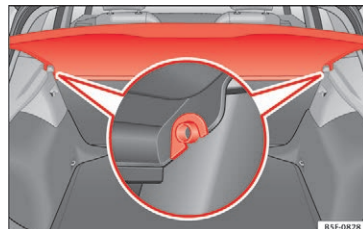

Fig. 160 I bagagerummet: af- og påmontering af bagagerumsafdækning
- Tryk afdækningen ud af holderne i siderne »» **Fig. 160** ved at trække dem opad og ud.
- Indsæt afdækningen horisontalt, så "hesteskoen" ligger hen over holderens akser »» **Fig. 160**, og tryk afdækningen nedad, indtil den går i hak.